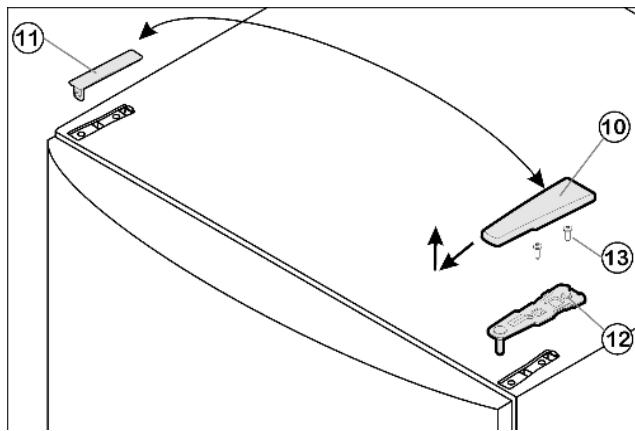

Fig. 6
- ▶ Крышку Fig. 6 (10) снимите движением вперед и вверх.
- ▶ Снимите крышку Fig. 6 (11).
- ▶ Открутите верхний опорный кронштейн Fig. 6 (12) (2 шт. Torx 25) Fig. 6 (13) и вытяните вверх.
- ▶ Установите верхний опорный кронштейн Fig. 6 (12) на новой стороне шарнира и защелкните в дверце.
- ▶ Прикрутите верхний опорный кронштейн Fig. 6 (12)(2 шт. Torx 25) Fig. 6 (13). При необходимости просверлите отверстия или используйте аккумуляторную отвертку.
- ▶ Защёлкните крышку Fig. 6 (10) и крышку Fig. 6 (11) на противоположной стороне.